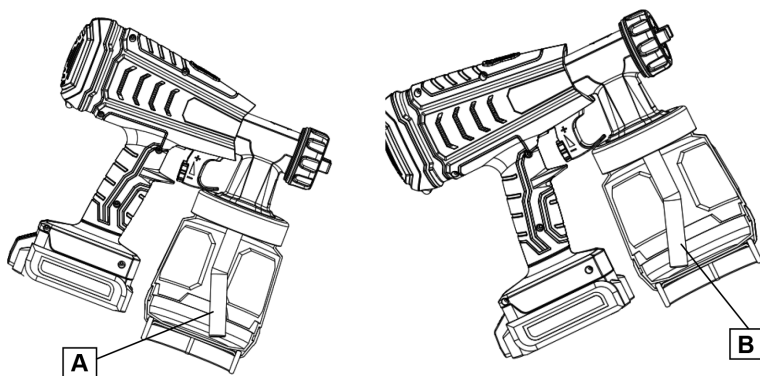

Рис. 3
- Отрегулируйте положение всасывающей трубки (Рис. 3).
Содержимое бачка должно распыляться почти без остатка. При нанесении ЛКМ над головой установите всасывающую трубку в положение А (Рис. 3). При распылении ЛКМ на лежащие объекты всасывающая трубка устанавливается в положение В (Рис. 3).